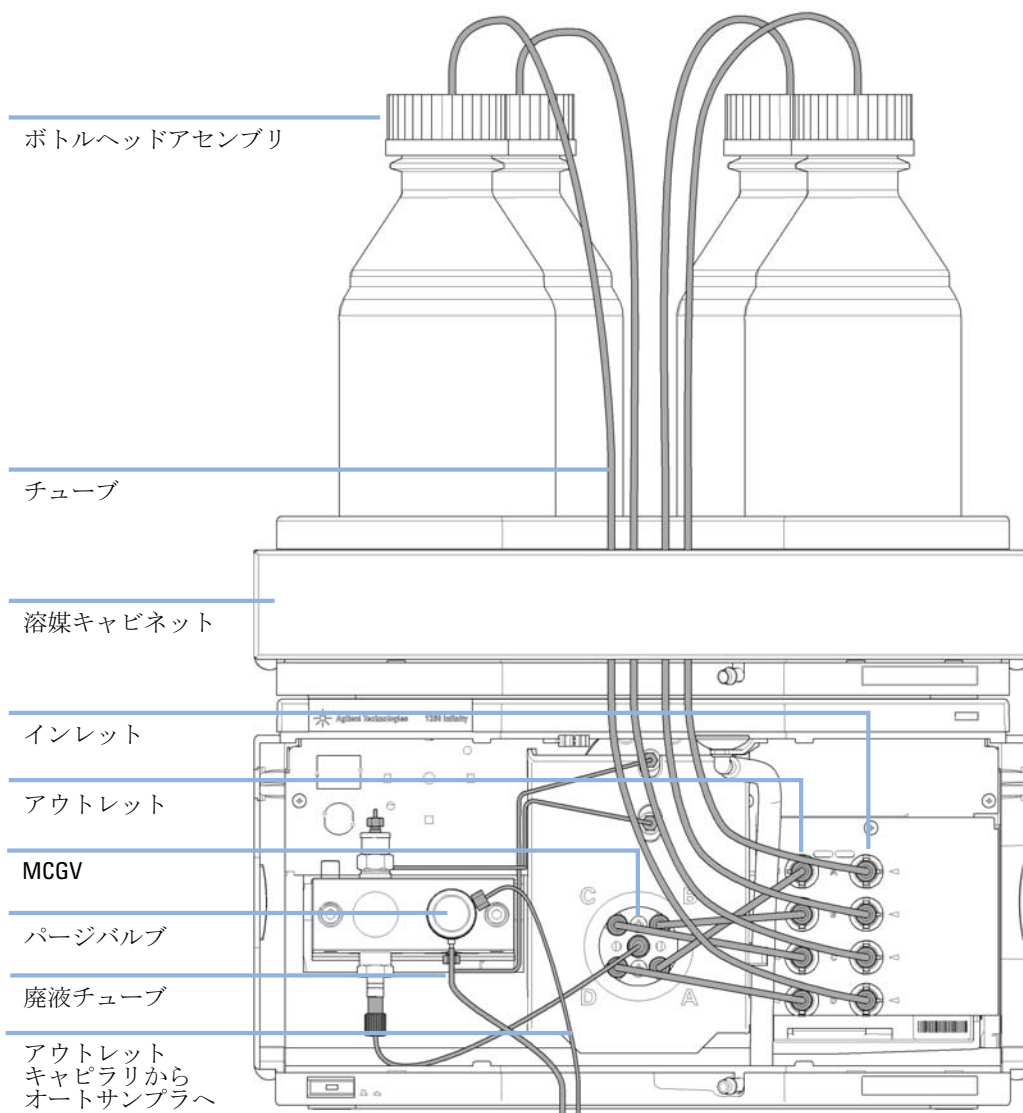

図 10 クォータナリポンプの配管
- 4 ボトルヘッドアセンブリからのインレットチューブをデガッサ右側面のインレットコネクタ A ~ D に接続します。『47 ページ 図 10』を参照してください。ポンプのチューブクリップにチューブを固定します。